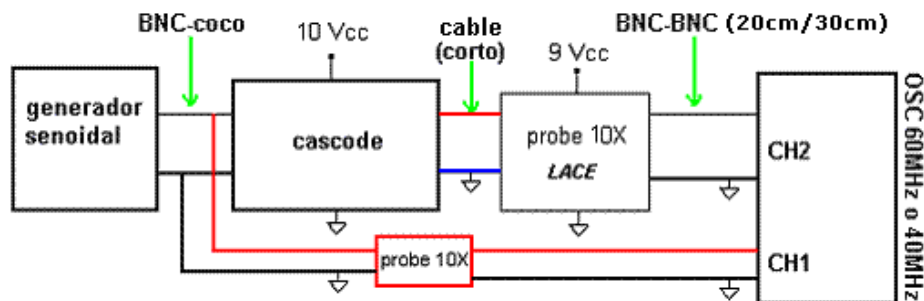

Figura 5
- Armar el banco de medición como se indica en la figura 5 y barrer en frecuencia, desde 100kHz a 10 MHz para obtener la frecuencia de corte superior (la punta activa posee una frecuencia de corte inferior en los alrededores de 500Hz).